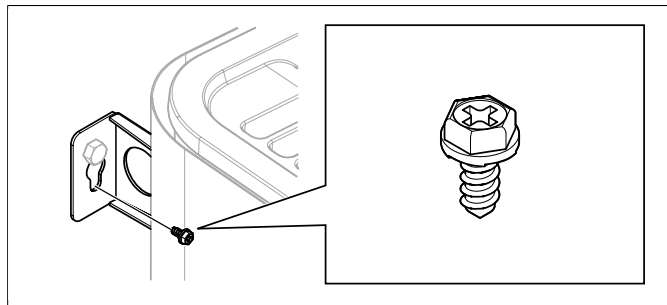

Fig 11: Konsolens låsskruv
9. Lås aggregatet på plats med låsskruven se **Fig 11**, sidan 5.